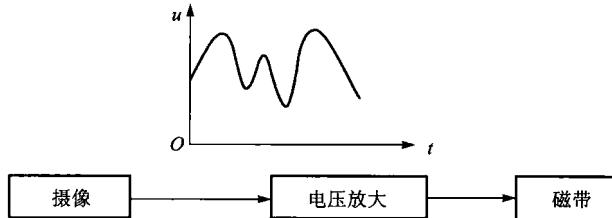

图 0.2 图像信号获取过程示意图
(1) 图像信号的存储、传递过程分析
① 传统的图像信号的存储、传递过程分析
a. 图像信号的获取过程。如图 0.2 所示。简单的图像获取过程是：摄像机通过扫描摄